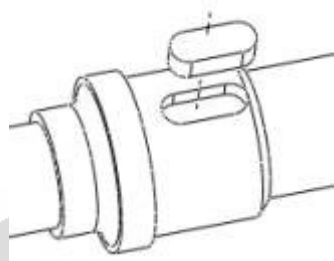

图 15-15 建立键槽和键之间的偏距线
- (3) 在【图元选取】菜单中选取【曲面法向】选项。
- (4) 分别选择轴上键槽的底座和键的下表面（或上表面），在两零件之间产生偏距线，如图 15-15 所示。